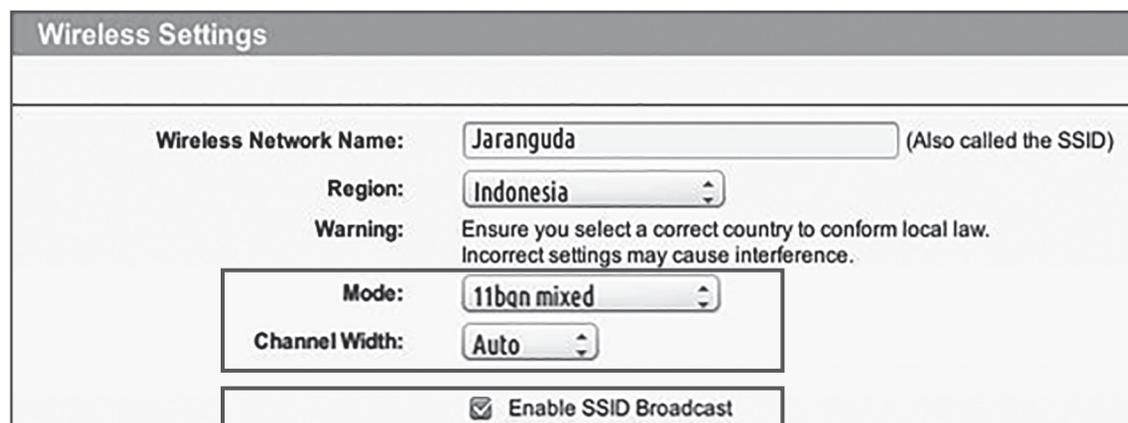

Fig. 1
2. Assurez-vous que le mode 802.11 de votre routeur du réglage sans fil est **b/g/n mélangés**. (Voir Fig. 1)
3. Assurez-vous que votre canal/largeur de bande de réglage sans fil de routeur est **Auto ou 20M ou 20M mélangés 40M**. (Voir Fig. 1)
4. Assurez-vous que votre routeur **active la fonction SSID Broadcast** lors de la connexion de la machine à l'application et que vous pouvez la fermer après vous être connecté avec succès. (Voir Fig. 1)